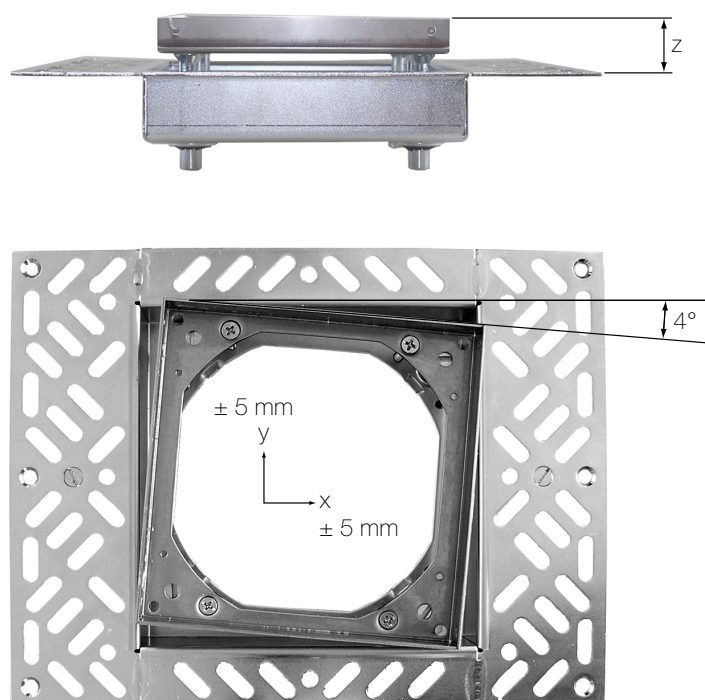

fig. 6 Posa del telaio
Il telaio portante (1) si fissa sul sottofondo nei pavimenti flottanti, dal basso sulla caldana nei sottofondi cavi. Con l'aiuto di 4 viti di livellamento (4) è possibile regolare il telaio (2) in altezza. La piastra di livellamento mobile (5) permette di posizionare il telaio di precisione sul piano $x/y \pm 5 \text{ mm}$ e di ruotarlo leggermente α fino a 4° (vedere fig. 6).